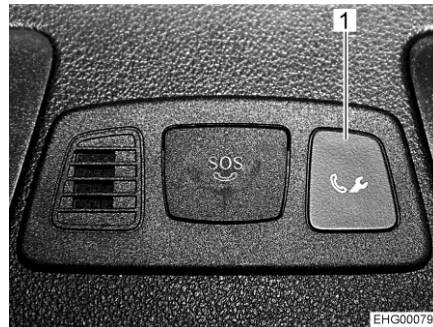
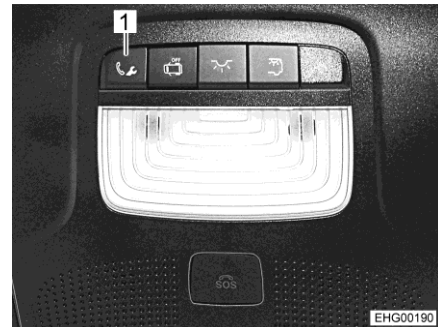

Bild 8 Taste für Pannenanruf (Mittelkonsole)
Bild 9 Taste für Pannenanruf (Dachkonsole)
- Taste (Bild 8,1 bzw. Bild 9,1) für Pannenanruf drücken. Anruf beim Mercedes-Benz Kundencenter wird ausgelöst.